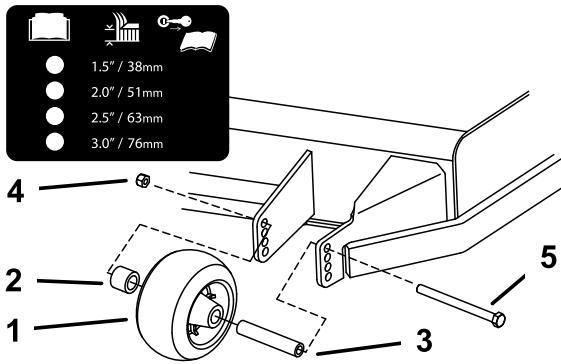

Figura 28
- Ajuste los rodillos protectores del césped como se muestra en **Figura 28**.